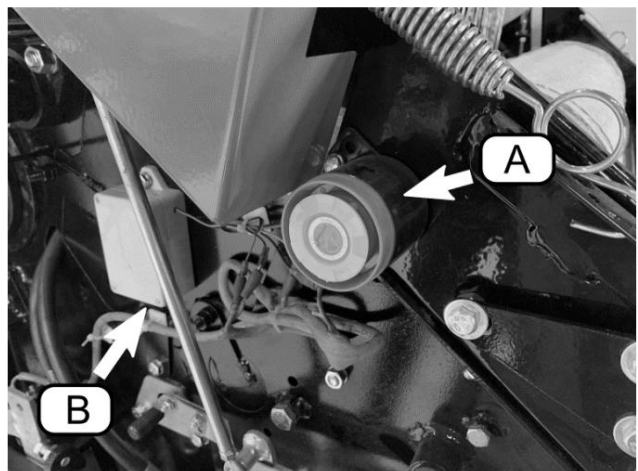

Figura 10 Partea dreaptă sus a preseii de balotat
Claxonul cu cameră plină (Figura 10, A) sună când camera de balotat este plină. Este alimentat de o baterie de 9V (B).